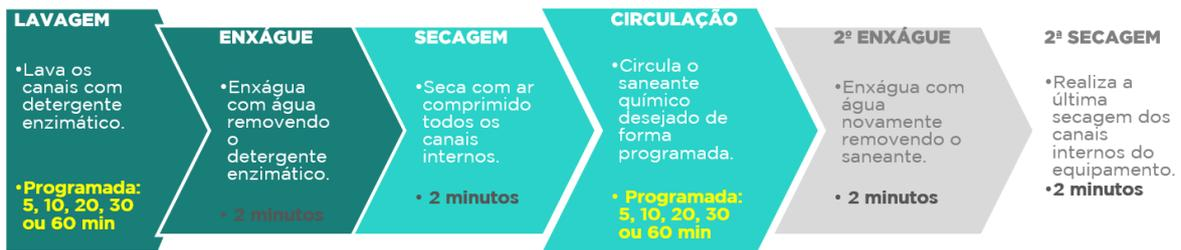

Figura 3. Fluxograma de reprocessamento
- **Ciclo automático:** Realiza as etapas de lavagem, enxágue, secagem, circulação, enxágue e secagem, podendo variar entre 18 minutos a 108 minutos de operação programada conforme mostra a Figura 3. As etapas da função Ciclo Automático obedecem às regras de reprocessamento de um endoscópio conforme as normativas da WEO – World Endoscopy Organization e RDC N°6:2013 ANVISA.